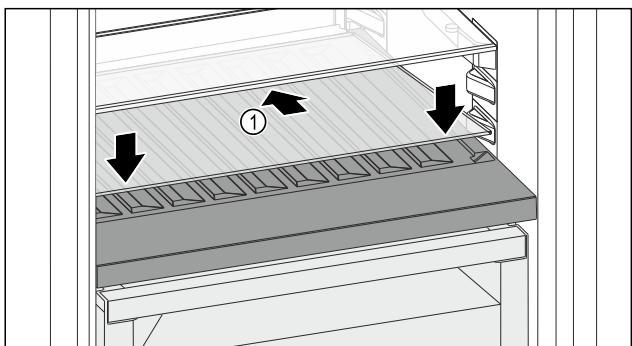

Fig. 158
- ▶ Поставете стъклена плоча Fig. 158 (1) косо и наклонена назад надолу.
- ▶ Спуснете стъклена плоча Fig. 158 (1) отпред.